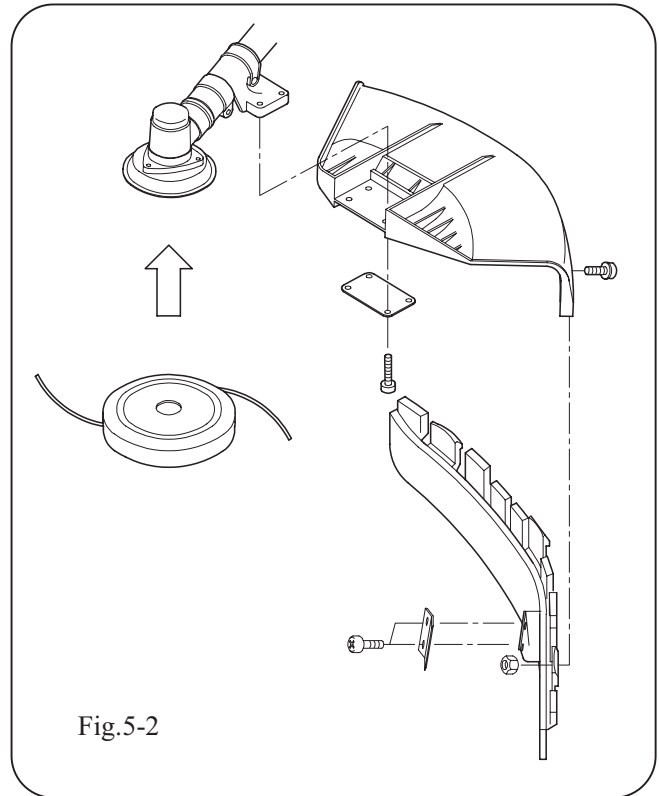

Fig.5-2
2. Om veiligheids redenen is het absoluut noodzakelijk dat de machine met de juiste beschermingskap wordt gebruikt, wanneer deze is uitgerust met een nylonkop. (Fig. 5-2)